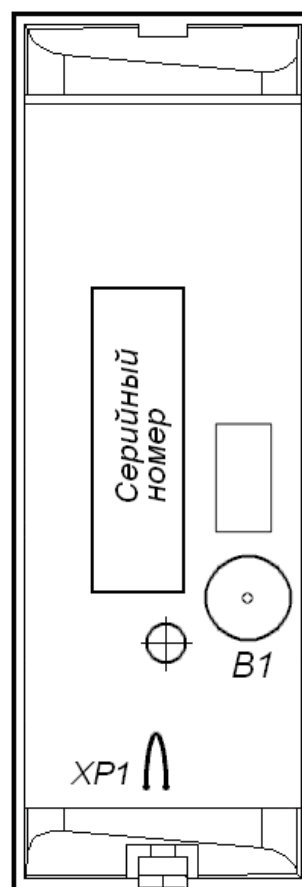

Рисунок 4 Расположение пьезоэлемента (B1) и перемычки «отключение концевого резистора» (XP1) на тыльной стороне контроллера
6. Если данный контроллер не является конечным устройством на линии связи интерфейса RS-485 подключения периферии, то необходимо отключить на нем концевой резистор, для чего перекусите кусачками перемычку «отключение концевой резистора» (перемычка *XP1* см. рисунок 4). Учтите, что в этом случае необходимо будет установить концевые резисторы по реальным концам линии связи интерфейса RS-485.